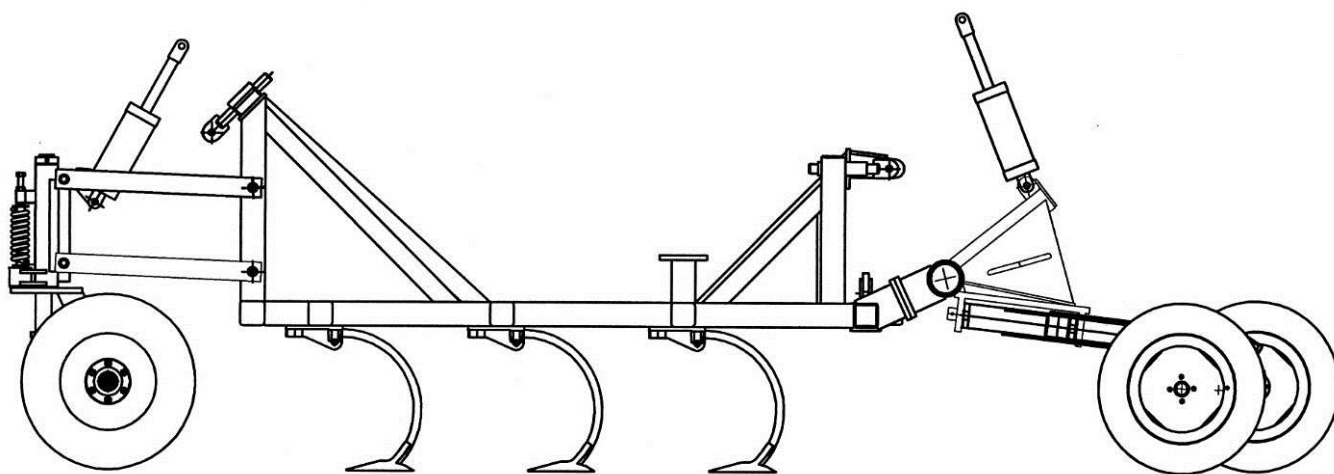

Рис. 5.1.6. Положение гидроцилиндров при стравливании воздуха
- 4) Отсоединить штоковые концы цилиндров и поднять их так, чтобы штоковые входы (выходы) были выше (рис. 5.1.6).